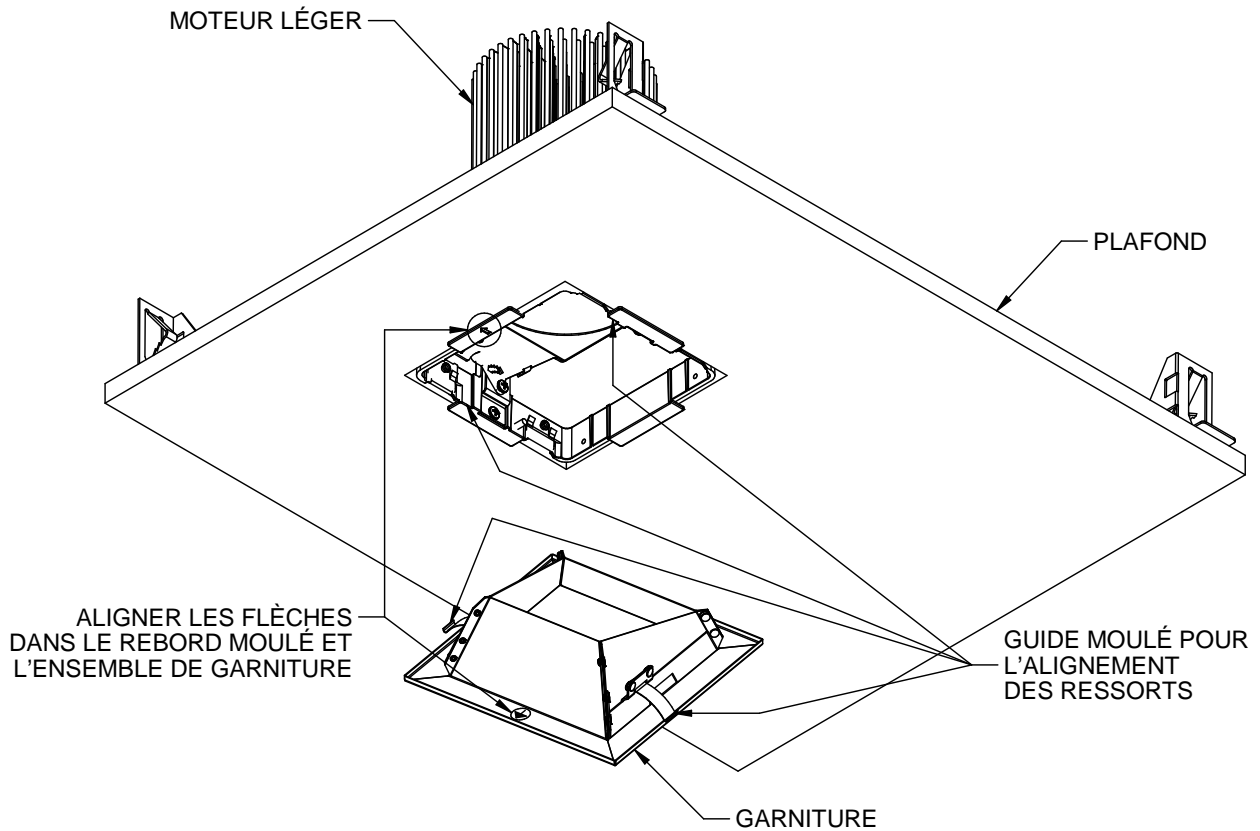

FIG 3.1
1. Installer l'ensemble de garniture inférieur après l'installation du logement et du moteur d'éclairage dans le plafond fini et le réglage d'orientation et le verrouillage du moteur d'éclairage dans la position souhaitée. Veiller à ce que le système optique supérieur soit correctement en place dans le support de DEL et n'ait pas été délogé durant l'expédition ou l'installation/le réglage du luminaire. Appuyer sur les deux ressorts pour les diriger vers le haut et les insérer dans le guide moulé approprié pour l'alignement des ressorts, puis pousser délicatement contre le plafond. FIG 3.1.